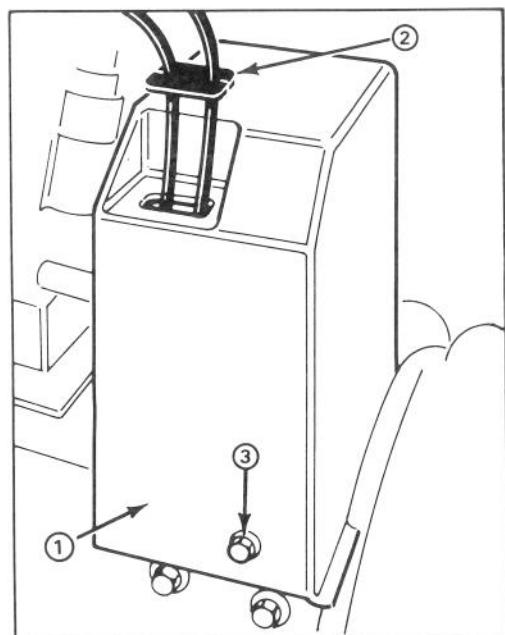

Figure 24
**RÉGLAGE DE LA COURROIE D'ENTRAÎNEMENT DE TARIÈRE/ROUE HÉLICE (fig. 24 et 26)**
1. Retirez les 3 boulons à tête à collerette tenant le protège-courroie attaché au châssis du moteur et faites-le glisser par-dessus les câbles (fig. 24).